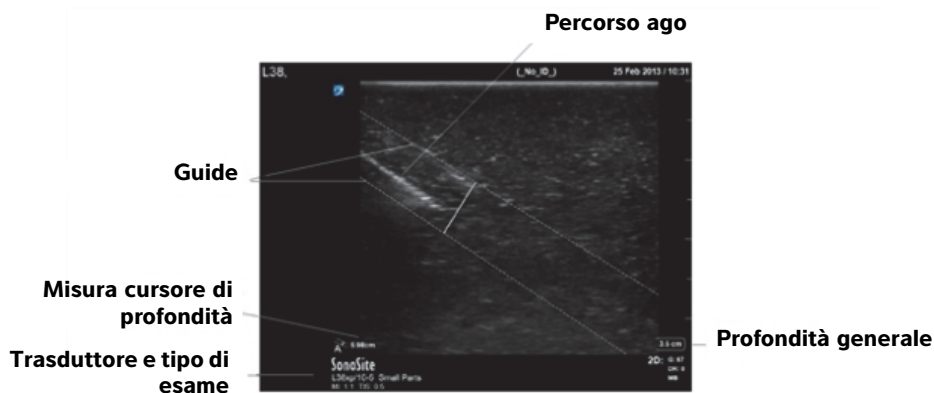
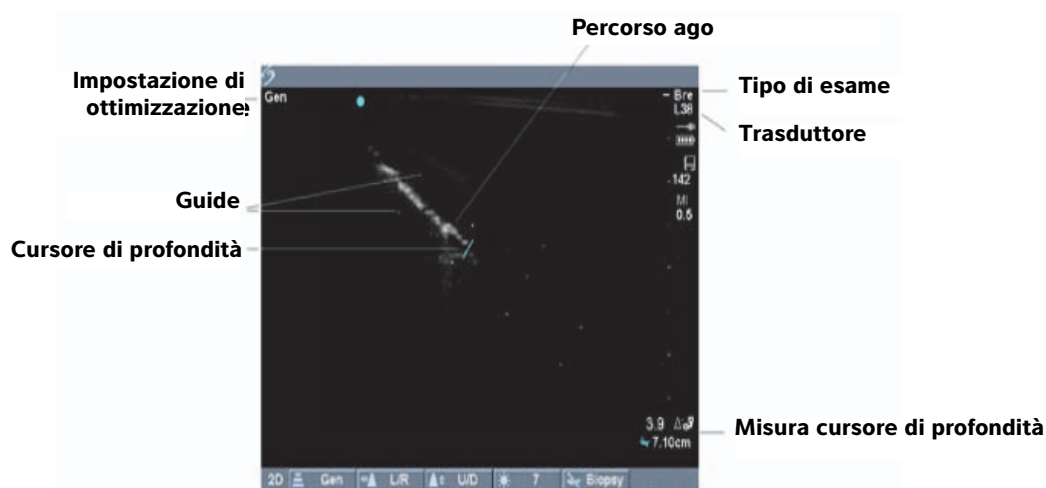

Figura 3 Guide in piano sul sistema SonoSite X-Porte
Figura 4 Guide all'interno del piano sul sistema MicroMaxx o TITAN
- 8 Verificare che l'ago, come mostrato sullo schermo del sistema, sia tra le guide. Consultare **Figura 3, "Guide in piano sul sistema SonoSite X-Porte"** a pagina 73 e **Figura 4, "Guide all'interno del piano sul sistema MicroMaxx o TITAN"** a pagina 73.
La misurazione del cursore di profondità mostrata sul sistema ecografico misura la distanza dalla punta dell'ago all'origine della guida per ago. Consultare Figura 3 e Figura 4.